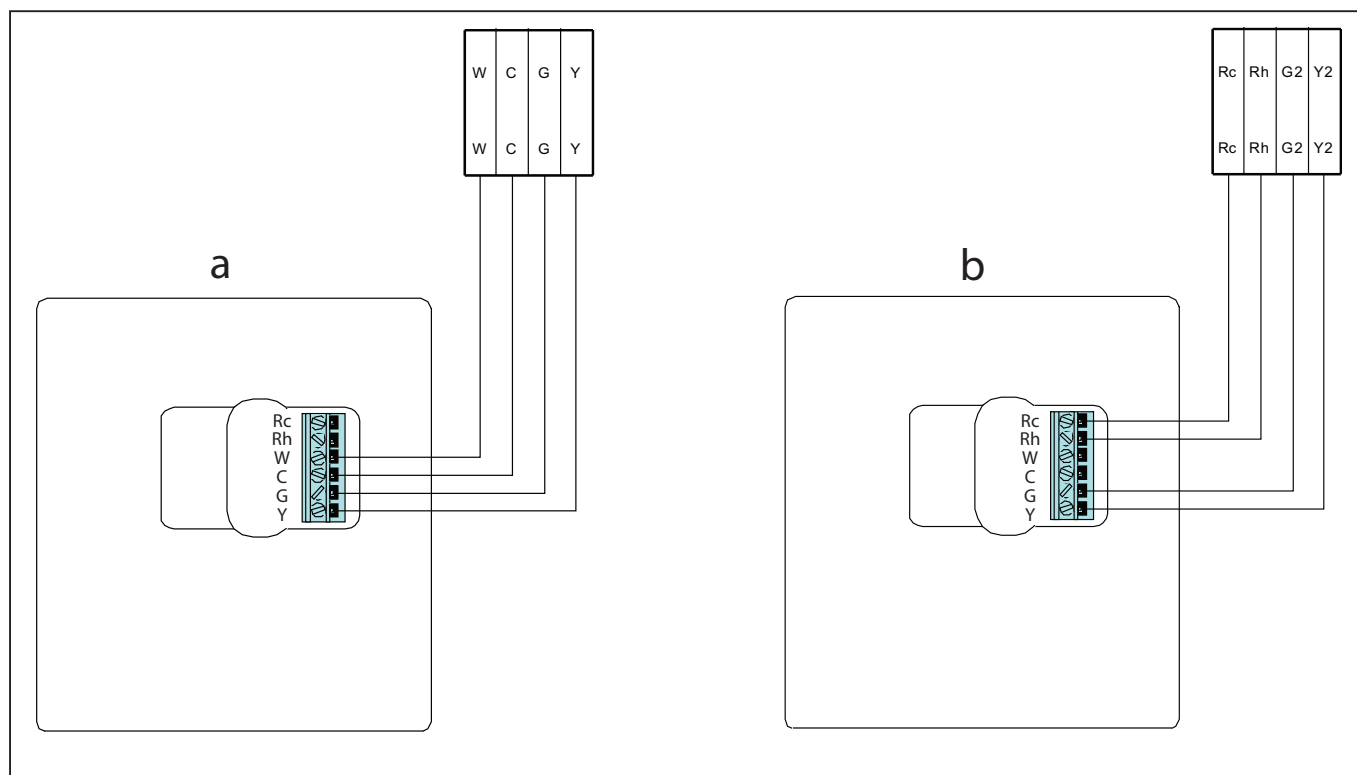

Fig. 3 - Schéma électrique de puissance
8. Accoupler et brancher les fils de l'équipement aux bornes des plaques à bornes (voir Fig. 3). Voir schéma électrique (page 54) pour plus de détails. Le manuel de l'unité indique à quelle plaque à bornes il faut brancher la NUI. Pour la connexion à W-C-G-Y, consulter la fig. 3a; pour la connexion à Rc-Rh-G2-Y2, consulter la fig. 3b.